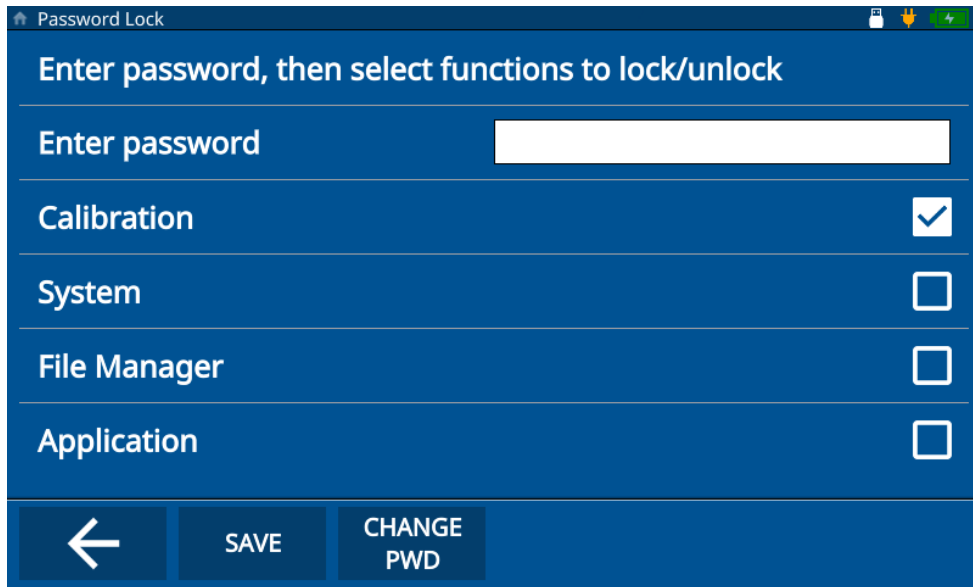

Figura 8-3 Tela de desativação do bloqueio do instrumento
5. Selecione as funções a serem desbloqueadas desmarcando as caixas de seleção apropriadas (consulte Figura 8-3 na página 74).